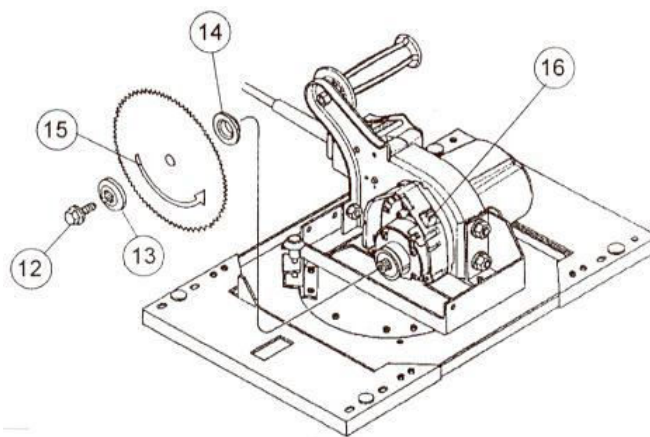

РИС. 5. Установка пильного диска
2. Закрепите пильный узел на удобной для Вас высоте. Удерживая замок шпинделя (16) (находится на нижней стороне мотора), необходимо снять прижимной болт (12) (см. РИС. 5) с мотора, поворачивая его против часовой стрелки. Извлеките внешнюю прижимную прокладку (13), но оставьте внутреннюю (14) на шпинделе.
3. Закрепите пильный узел на удобной для Вас высоте. Удерживая замок шпинделя (16) (находится на нижней стороне мотора), необходимо снять прижимной болт (12) (см. РИС. 5) с мотора, поворачивая его против часовой стрелки (модели станков C4, C5, H4, H5, H6) или по часовой стрелке (модели 6400 и 6800).. Извлеките внешнюю прижимную прокладку (13), но оставьте внутреннюю (14) на шпинделе.
4. Установите пильный диск на шпиндель. Стрелка должна указывать против часовой стрелки, как показано на РИС. 5 (15).
5. Установите внешнюю прижимную прокладку (13) и ручную прижимной болт (12). Чтобы шпиндель не проворачивался, в то время как Вы затягиваете прижимной болт (12), необходимо держать нажатой кнопку фиксатора шпинделя (16).